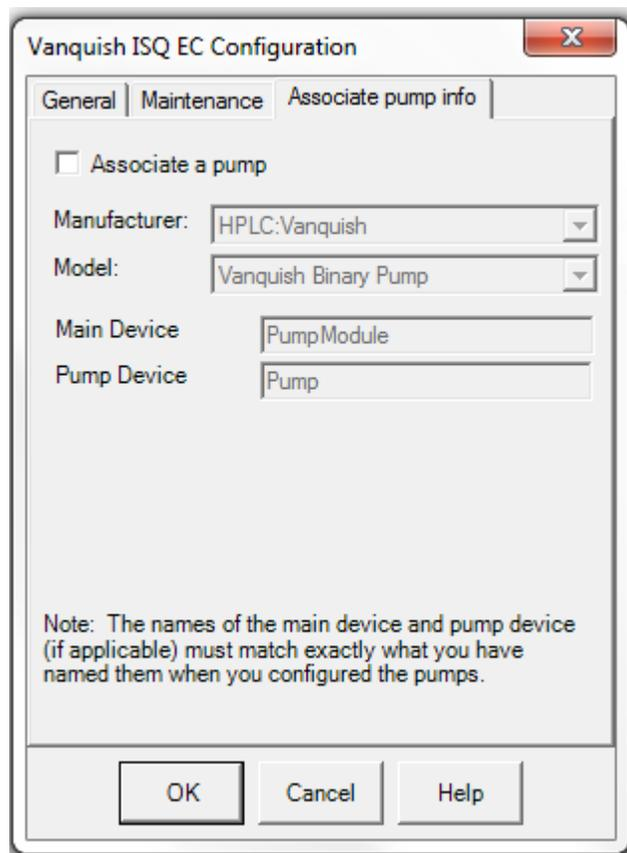

Figure 71 : configuration du MS : onglet Associate Pump Info
- 26) Sélectionnez l'onglet **Associate Pump Info** (Associer infos sur la pompe) pour associer une pompe ou pour changer de types de pompe. Reportez-vous à la Figure 71.